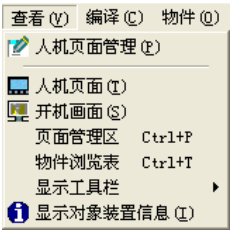

图 2-9 菜单工具栏-查看
- **查看 (V)**: 主要功能为检视页面及设置工作环境的显示方式。如图 2-9。详细说明请参阅第 3.3 节。